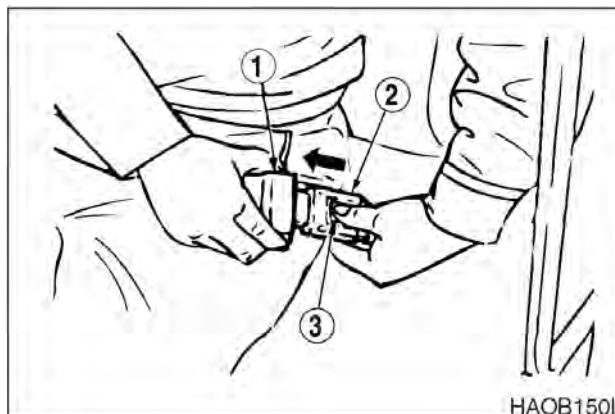

Рис. 103
Чтобы отстегнуть ремень, нажать кнопку (3, рис.103), расположенную в центре пряжки (2) и извлечь ремень (1).